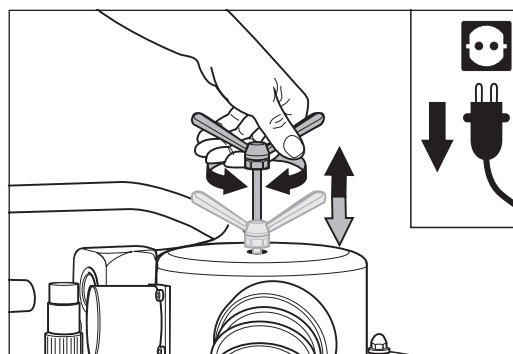

Abb. 65 Die Rüttelstange an der Flügelmutter mehrmals hin und her drehen und **gleichzeitig** auf- und abwärts bewegen.
- 2 Drehen Sie am Staubabscheider-Oberteil die Flügelmutter an der Rüttelstange hin und her und bewegen Sie **gleichzeitig** die Rüttelstange langsam auf- und abwärts (Abb. 65). Dabei fällt der Staub von der Filterpatrone in den Staubbeutel.